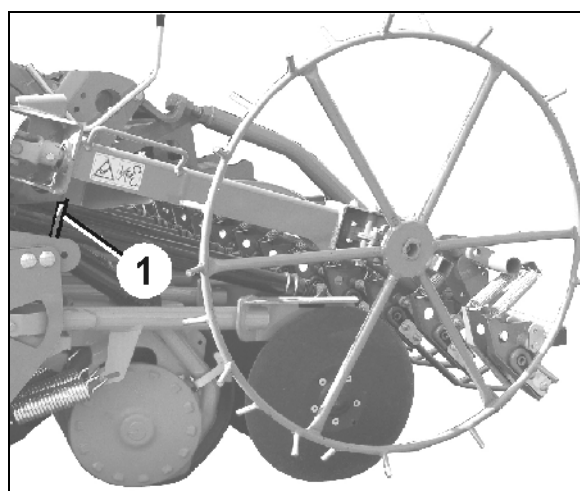

Fig. 93
2. Løft sporhjulet, trekk det utover og legg det på hyllen (Fig. 93/1).